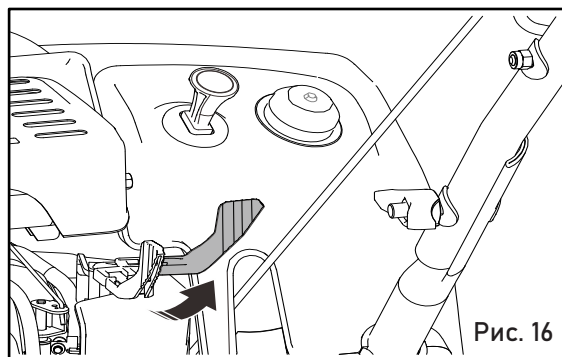

Рис. 16
8.2. Переведите рычаг управления дроссельной заслонкой вправо, положение «ЗАКРЫТО». Рис. 16
Переведите рычаг управления дроссельной заслонкой вправо, положение «ЗАКРЫТО». Рис. 16